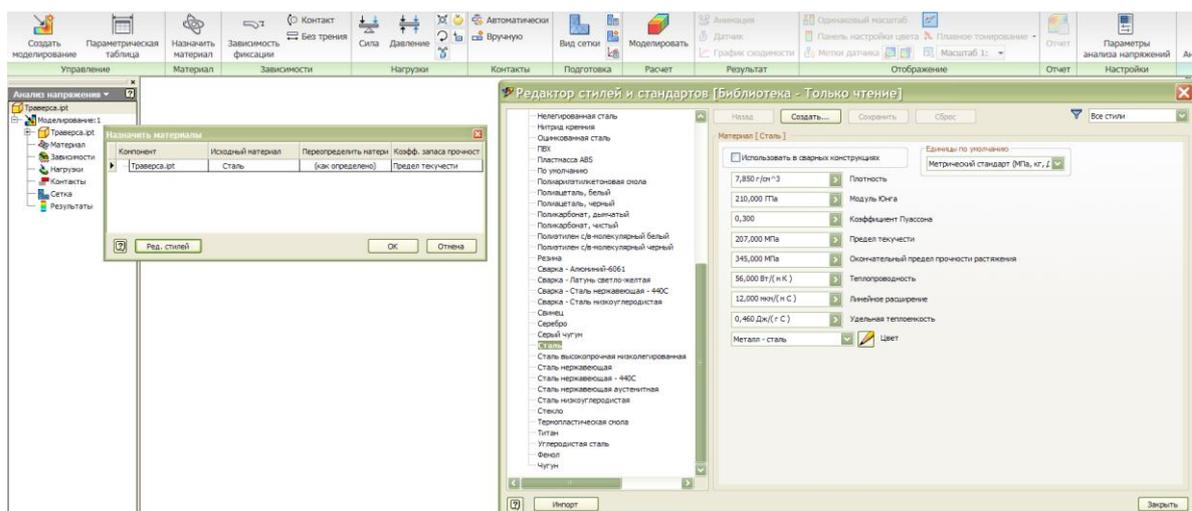

Рис. 5. Задание свойств материала
- Проверьте назначение материала детали. Материал траверсы должен быть «Сталь». При необходимости переопределите материал (рис. 5).
Откройте редактор стилей кнопкой . Редактор стилей позволяет просмотреть и переопределить свойства материала. Задайте свойства стали, как показано на рис. 5.
- Включите отображение сетки конечных элементов (рис. 2) командой «Вид сетки» на панели инструментов «Подготовка» (рис. 5).
Оценку работоспособности детали можно провести на основе рассчитанного минимального коэффициента запаса прочности. Ранее, при задании материала детали (рис. 5), было указано, что коэффициент запаса прочности вычисляется по пределу текучести материала. Поэтому, в данном случае, коэффициент запаса прочности – это отношение предела текучести материала к напряжению по Мизесу. Если коэффициент запаса меньше 1.0, то это означает, что напряжения в детали превысили предел текучести и деталь не выдержит заданную нагрузку. В химическом машиностроении принято, что коэффициент запаса по пределу текучести должен быть больше 1.5.